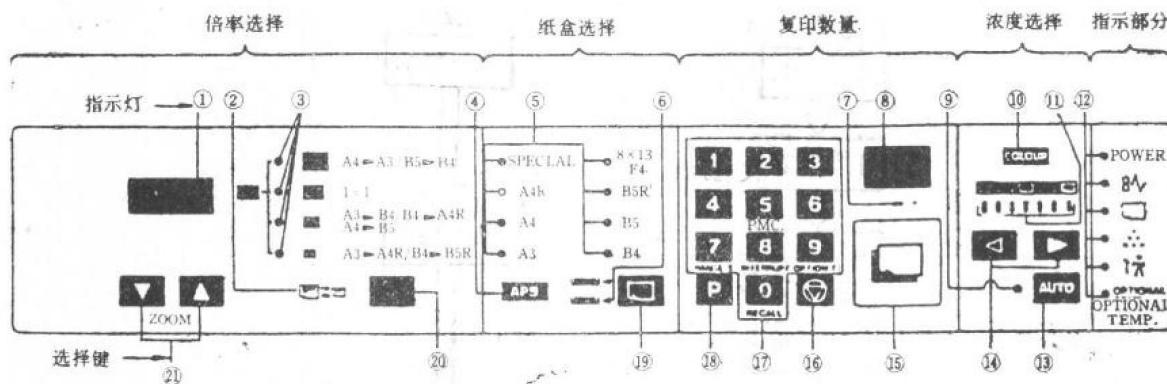

图1—13 U—Bix1800Z型复印机面板示意图
不同类型复印机，操作面板及功能不尽相同，如果熟悉了一种类型的操作面板，则其它类型的复印机就可触类旁通，只要了解其特殊开关和控制键就可以应用了。下面以U—Bix1800z型复印机为例加以说明。图1—13为面板示意图。(①—⑫部分为指示灯，⑬—⑯为控制键。
(1) 指示部分
- ① 主开关接通时，电源指示灯POWER亮（见图1—14）。
- ② 当复印过程中发生卡纸时，卡纸灯亮（同时预热灯和倍率灯闪亮）。当将被卡纸张取出后，关好前门，此灯即熄灭。
- ③ 当纸盒中没有纸或纸盒安装未到位时，加纸灯亮（同时预热灯也闪亮）当将纸装入盒内并把纸盒安装到位，此灯熄灭。
- ④ 当机器内色粉不足60g时，补粉灯开始闪亮。加入色粉后该灯熄灭。
- ⑤ 当复印纸张到了定期检查数值时，定期检查灯闪亮。U—Bix型复印机当复印到19000张时开始亮。
⑥当用厚纸复印，要求定影温度调整到特殊值时，温度选择灯OPTIONAL TEMP亮。
(2) 浓度选择部分